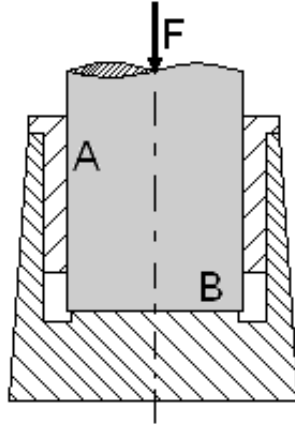

FIGURE 4 – Les liaisons - crapaudine
La seule pièce qui présente un mouvement est le cylindre sur lequel on applique la force  $F$  (figure 4).
1. cylindre  $\cdots$  4 (équivalent à un pivot glissant ;  $A$  dans la figure 4)
2. contact plan  $\cdots$  3 ( $B$  dans la figure 4)